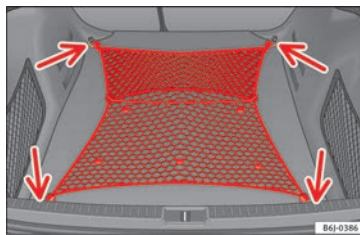

Fig. 119 Red para equipaje extendida.
- Fije la red para equipaje a las cuatro argollas » » » fig. 119 (flechas).